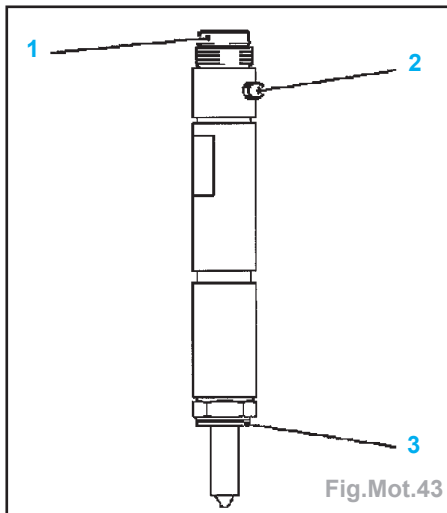
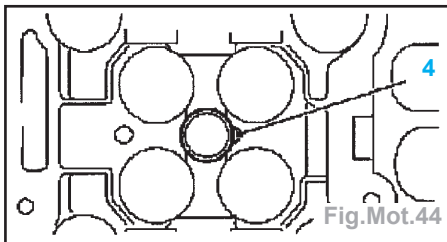

Fig.Mot.43
Fig.Mot.44
- Remplacer les bagues d'étanchéité des injecteurs (Fig.Mot.43) :
- les rondelles en caoutchouc (1),
- les rondelle en cuivre (3).
Nota : La bille (2) (Fig.Mot.43) doit se trouver dans l'évidement (4) de la culasse (Fig.Mot.44).